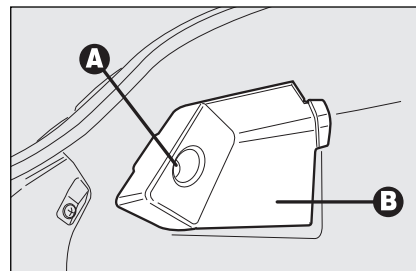

fig. 37
- draai de bout **A-fig. 37** los en verwijder het beschermdeskel **B**;
- monteer het beschermdeskel **B-fig. 37** en draai de bout vast **A**.